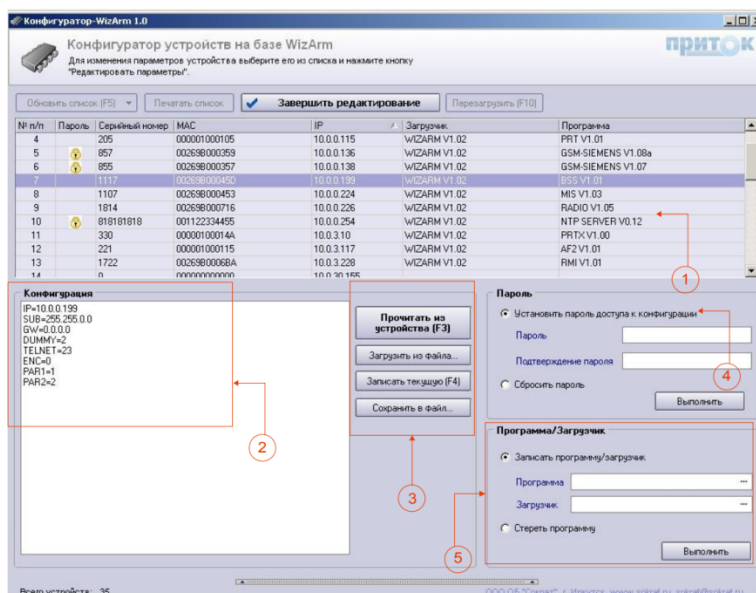

Рис. 13: Настройка коммуникатора
- Заполнить поле параметров (рис. 13) в соответствии со своей рабочей сетью, например (параметры выделенные жирным – не менять)